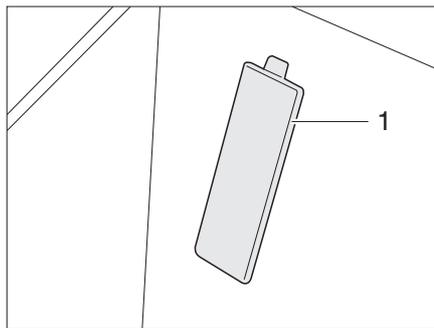

Fig. 373 Copertura numero telaio (veicolo di base Fiat)
- ▷ Nei veicoli con telaio di base Fiat il numero del telaio è situato dietro una copertura (Fig. 373,1) nella zona di ingresso del lato passeggero.